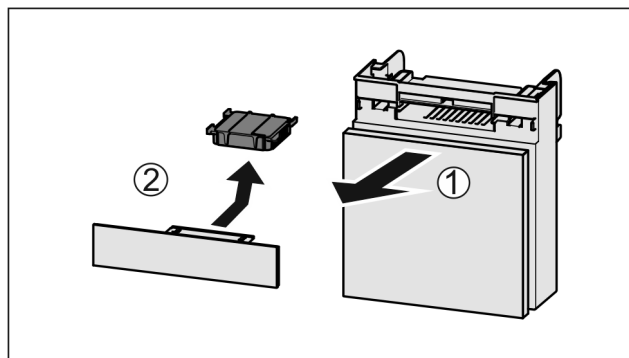

Fig. 116
- ▶ Вытянуть Fig. 116 (1) отделение движением вперед.
- ▶ Извлечение Fig. 116 (2) фильтра с активированным углем.